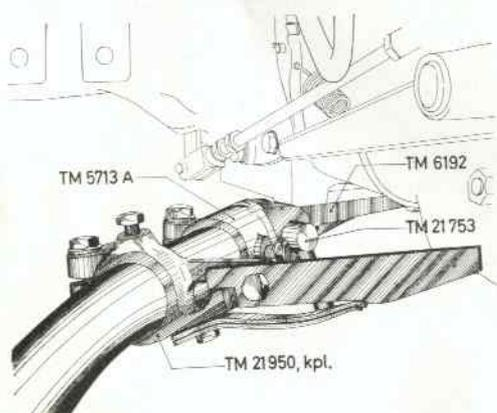

Abb. 4
4. Der **Ausrückstift** TM 6195 wird in das Gewindeloch des Mähantriebsschalthebels eingeschraubt und durch eine Sechskantmutter gekontert. Der Ausrückarm TM 21950 am hinteren Tragrohr ist so einzustellen, daß er in Schwadstellung gegen den Ausrückstift TM 6195 drückt und den Mähantrieb stillsetzt (Abb. 4 u. 6).
6. Dann wird das kpl. **hintere Tragrohr** am Lagerkopf TM 5713 A mit der hinteren Lagerplatte TM 6192 durch den Lagerbolzen TM 21 753 verbunden und durch einen Klappsplint gesichert. Die Verbindung der vorderen Abstützung mit dem hinteren Tragrohr wird durch Einstecken des abgewinkelten Endes des hinteren Tragrohres in das Scharnierauge hergestellt; die beiden Klemmschrauben sind dann fest anzuziehen (Abb. 4 u. 5).
8. Die **Treibstange** TS 861 D wird an der Sicherheitskurbelscheibe TM 21 997 befestigt, indem das Klemmband der Treibstange über das Treibstangenlager geschoben und die nach unten zeigende Klemmschraube gut angezogen werden muß. Mit dem Schnellverschluß wird die Treibstange am Messerkopf des Mähmessers befestigt (Abb. 4).